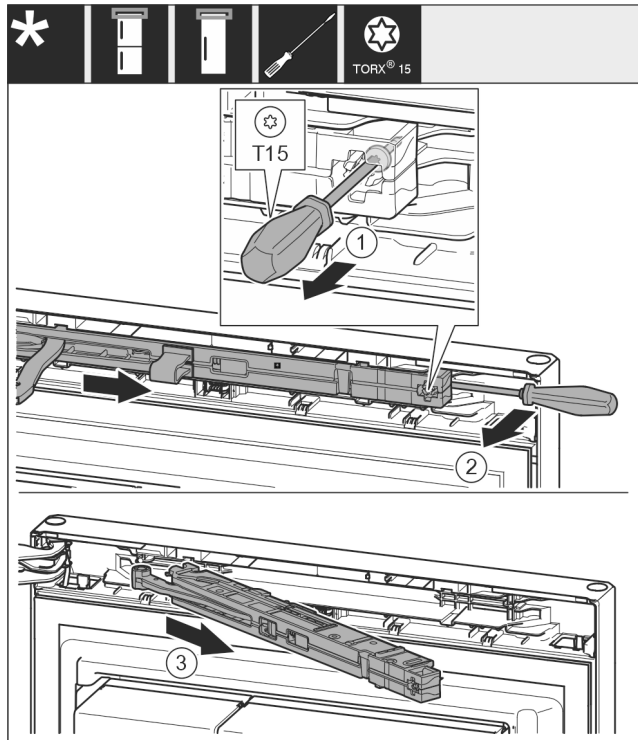

Fig. 8
- Skrutkovačom T15 uvoľnite skrutku na jednotke tlmíča uzatvárania cca 14 mm. Fig. 8 (1)
- Skrutkovač zasunúť na stranu držadla za jednotku tlmíča uzatvárania a otočte jednotku dopredu. Fig. 8 (2)
- Vytiahnite jednotku tlmíča uzatvárania. Fig. 8 (3)